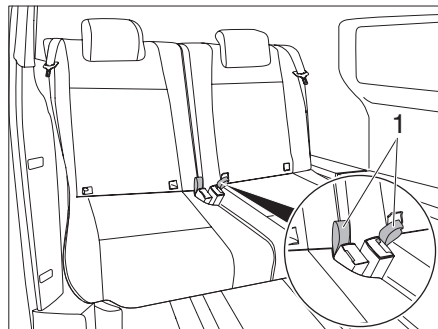

Bild 19 Sitzbank nach hinten klappen
- Schlingen (Bild 19,1) ziehen und Sitzbanklehnen nach hinten klappen.